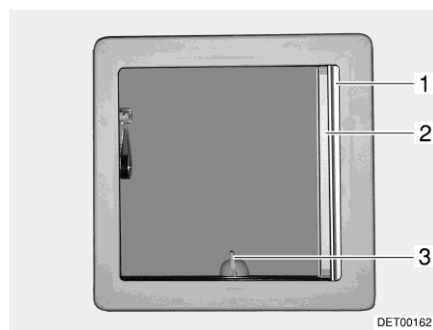
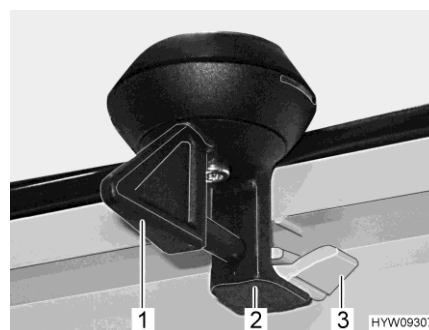

Fig. 69 Lanterneau basculant
Fig. 70 Verrouillage (lanterneau basculant)
- Tourner le levier (Fig. 69,3 ou Fig. 70,1) d'un quart de tour.
- Tourner le levier d'un quart de tour. Le dispositif de verrouillage (Fig. 70,2) doit pénétrer dans le cran d'arrêt inférieur (Fig. 70,3).
- Retirer le dispositif occultant plissé (Fig. 69,1) et le relâcher lorsqu'il a atteint la position voulue. Le dispositif occultant plissé reste alors à cette position.
- Tirer la moustiquaire (Fig. 69,2) jusqu'à ce que le dispositif de verrouillage s'enclenche dans la partie opposée.